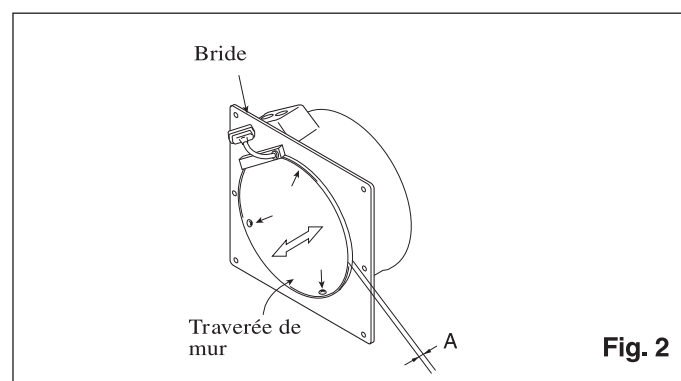

Fig. 2
2. Ajuster la position de la bride sur la traversée (voir Fig. 2). Desserrer les trois vis (indiquées par flèches) et engager la traversée horizontalement en ajustant sa position de façon à tenir compte de l'épaisseur du matériau de la paroi intérieure de cloison (A). Resserrer ensuite les trois vis.